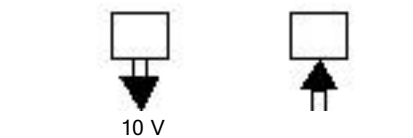

Fig. 37 Inställning av stängning eller direktverkande.
4.2.3 Inställning av W3 förbindningsbrytare (stängande eller direktverkande, Fig. 37)